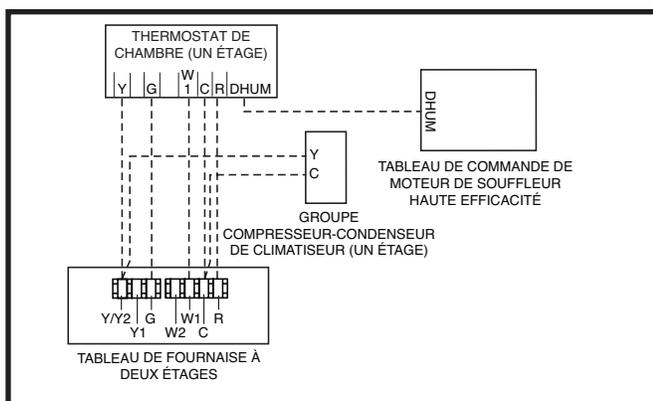
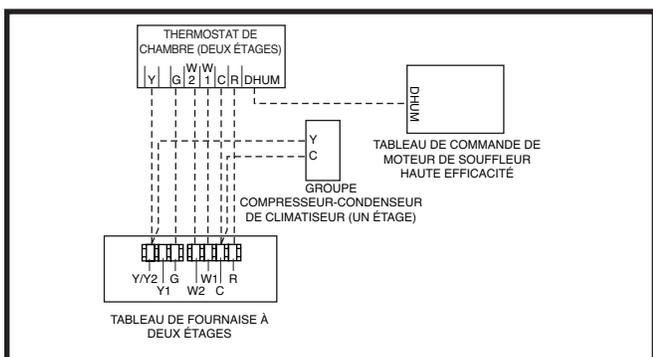

Figure 20. Configuration de câblage 1
Figure 21. Configuration de câblage 2
- Le thermostat doit être installé conformément aux directives fournies par le fabricant du thermostat. Les branchements basse tension (24 V c.a.) du thermostat sont raccordés à la plaque à bornes intégrée dans la fournaise. Pour les applications de chauffage, la Figure 20 et la Figure 21 \(page 24\) montrent comment raccorder correctement un thermostat à un étage ou à deux étages. Le calibre de fil minimal recommandé pour le câblage du thermostat est indiqué dans le Tableau 9 \(page 34\).
Cette option utilise l'ensemble des capacités de chauffage à deux étages de la fournaise avec un conditionneur extérieur à un étage. Voyez la Figure 20.
La fonction d'autorégulation permet l'utilisation d'un thermostat à un étage tout en profitant de certains des avantages du fonctionnement d'une fournaise à deux étages. Si l'autorégulation est activée, la fournaise passe au feu **DOUX** après avoir initialement démarré au feu **ÉLEVÉ**. Après une période de 10 minutes, la fournaise passe au feu **ÉLEVÉ**, jusqu'à ce que la charge calorifique soit atteinte. Voyez la Figure 20 \(page 24\) et la section Branchement basse tension.
- ✓ Vérifiez que tous les fils de thermostat nécessaires sont bien branchés aux fils appropriés de la plaque à bornes de la carte à circuits imprimés. Consultez la Figure 20 et la Figure 21.
- Retirez le bouchon de régulateur du côté ENTRÉE du régulateur. Voyez la Figure 21.